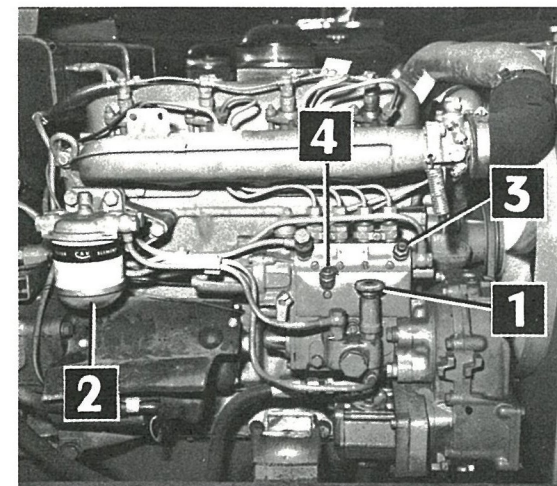

FIG. 2
- si le moteur n'a pas fonctionné pendant longtemps, purger le circuit combustible (fig. 2); pour cela dévisser la vis du couvercle du filtre (2), actionner la pompe d'alimentation (1) jusqu'à ce que le combustible coule sans bulle d'air, puis bloquer la vis. Réaliser la même opération pour la purge (3) de la pompe d'injection.